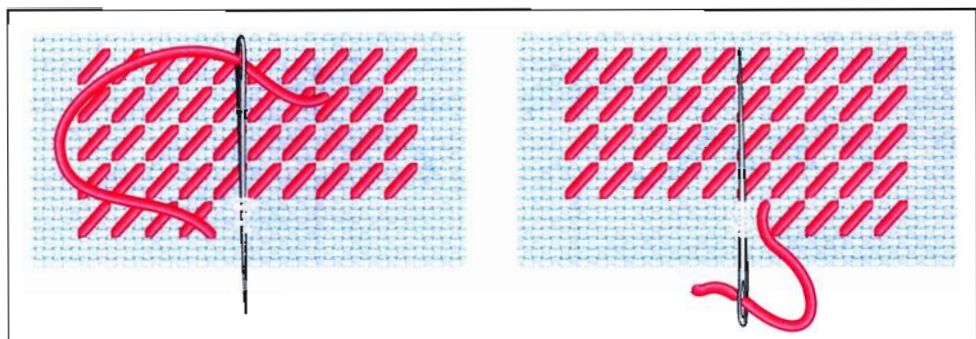

Рис. 61. Простой гобеленовый шов
*Гобеленовый шов.* Существует много видов этого шва. Рассмотрим, как выполнять простой гобеленовый шов (иначе его называют полукрест) (рис. 61). Вышивать начинают с левого верхнего угла работы: иглу с ниткой выводят на лицевую сторону в левом нижнем углу первой клеточки канвы и вкалывают